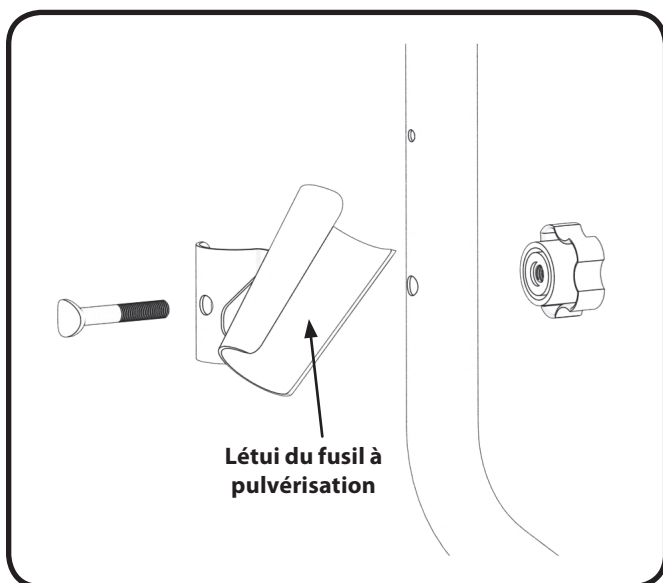

Figure 3-5
2. Monter l'étui du fusil sur le châssis tubulaire du haut, à l'aide du boulon à contrebride et du bouton fournis. Voir la Figure 3-5.